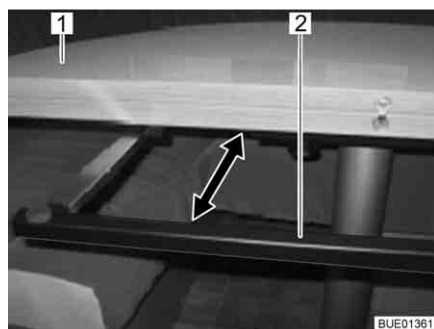

Fig. 97 Estribo de soporte
- Extraer el estribo de soporte (Fig. 97,2) debajo del tablero de la mesa (Fig. 97,1) hasta el tope.